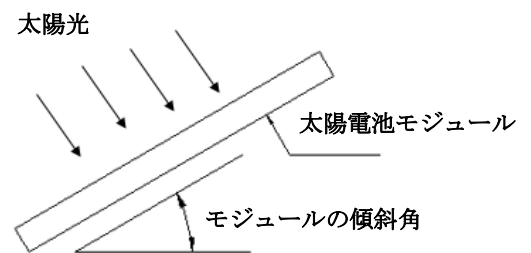

図1 太陽電池モジュール設置傾斜角度のイメージ図
- ・ 太陽電池モジュールの設置傾斜角度とは、図1に示すように、太陽電池モジュールの表面と水平面が形成した角度のことです。太陽電池モジュールの出力は、太陽光に直角に面している時に最も大きくなります。